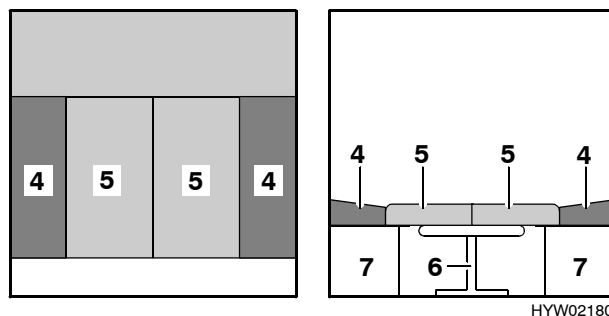

Bild 51 Nach dem Umbau
- Die beiden Sitzpolster (Bild 51,5) in die Mitte legen.
- Die Rückenpolster (Bild 51,4) zwischen die Sitzpolster und die Außenwand schieben.